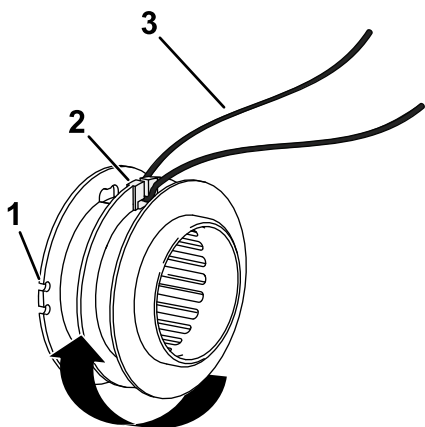

Figure 17
5. Pliez le nouveau fil à mi-longueur et insérez-le dans la fente de départ du bord central de la bobine (Figure 17).
6. Enroulez les 2 moitiés de fil également et solidement sur la bobine, comme montré à la Figure 17.
7. Enroulez le fil en le laissant dépasser juste assez de la bobine pour lui permettre de toucher l'équerre de réglage, puis enclenchez les extrémités dans les fentes de guidage sur la bobine (Figure 17).